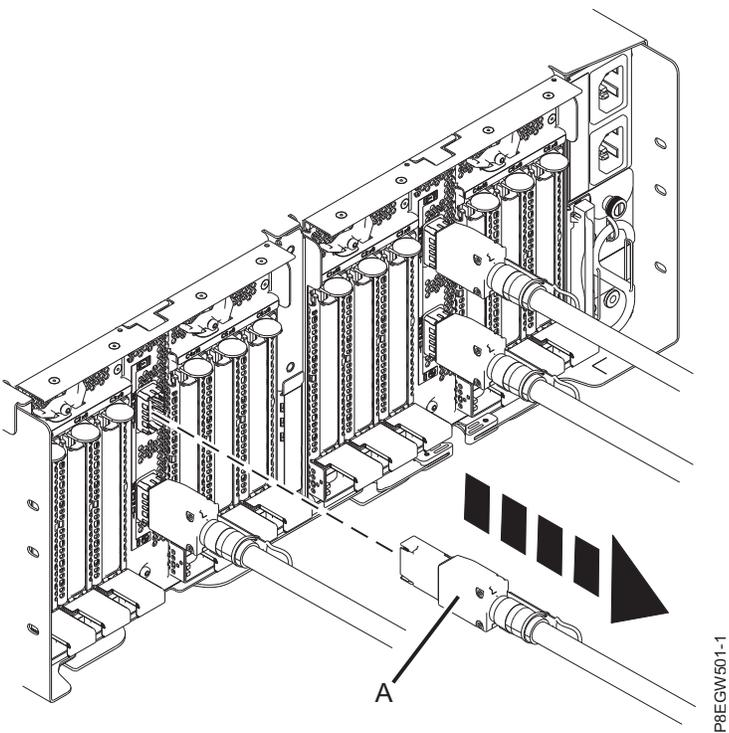

Abbildung 4. Kabel des Erweiterungseinschubs aus dem Einschub für EMX0-PCIe3-Erweiterungen entfernen
3. Fassen Sie die Haltezunge und ziehen Sie das andere Ende des Kabels des Erweiterungseinschubs (A) aus dem Anschluss des E/A-Moduls am Einschub für EMX0-PCIe3-Erweiterungen, wie in Abb. 4 dargestellt.